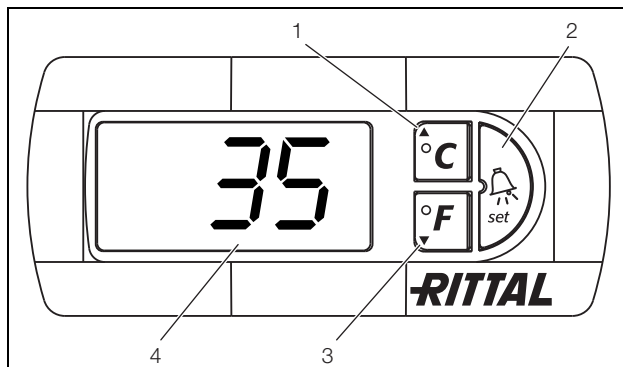

Abb. 30: e-Comfortcontroller
Das Kühlgerät arbeitet automatisch, d. h. nach Einschalten der Stromversorgung läuft der Verdampferventilator (siehe Abb. 3) an und wälzt die Schrankinnenluft um. Verdichter und Verflüssigerventilator werden durch den e-Comfortcontroller geregelt. Der e-Comfortcontroller verfügt über eine 7-Segment-Anzeige (Abb. 30). Auf ihr wird nach dem Einschalten der Stromversorgung zunächst für ca. 2 Sek. die aktuelle Softwareversion sowie der aktivierte Eco-Mode angezeigt. Danach eine vorein-
gestellte Option (z. B. t10) bzw. die Temperatur. Im normalen Betrieb stellt die Anzeige sowohl die Temperatur (in Grad Celsius oder Grad Fahrenheit, umschaltbar) als auch Störungsmeldungen dar. Die aktuelle Schaltschrank-Innentemperatur wird normalerweise permanent angezeigt. Bei Auftreten einer Störungsmeldung erscheint diese im Wechsel mit der Temperaturanzeige. Die Programmierung des Gerätes nehmen Sie über die Tasten 1 – 3 (Abb. 30) vor. Die Parameter dazu erscheinen ebenfalls in der Anzeige.
- Drücken Sie gleichzeitig die Tasten 1 und 2 (Abb. 30) für min. 5 Sek.
Mit den Tasten 1, 2 und 3 (Abb. 30) können Sie 24 Parameter innerhalb der vorgegebenen Bereiche (Min.-Wert, Max.-Wert) verändern.